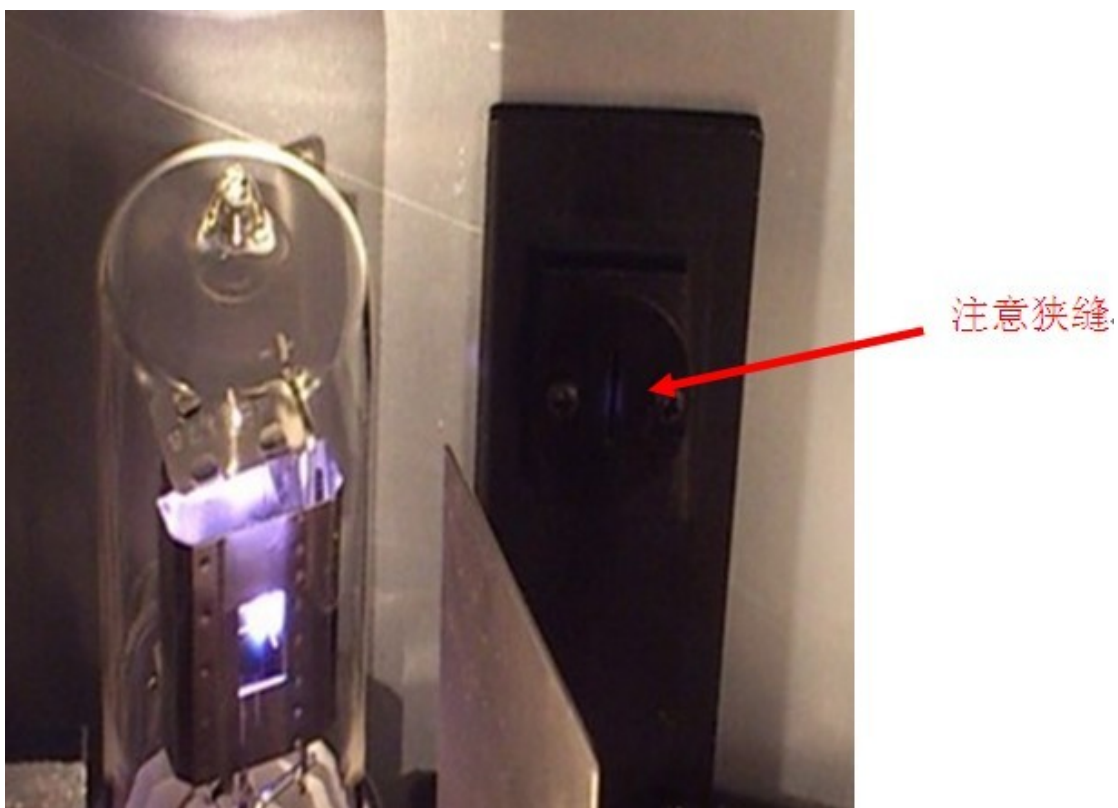

图 A7
9. 打开仪器，检查灯光是否对齐狭缝，如果不是请把灯光调整到正确位置，如图 A7 所示。